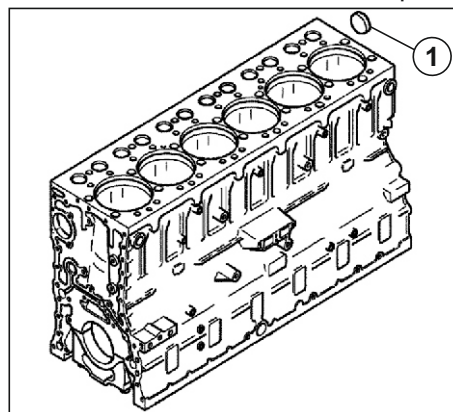

Рис. 37. Снятие заглушки.
1. При необходимости снять заглушку (1) (см. Рис. 37).
6. Установить заглушку (1) (см. Рис. 37), используя приспособления 3016 + 2363 Ø 55 мм (см. Приложение Г).